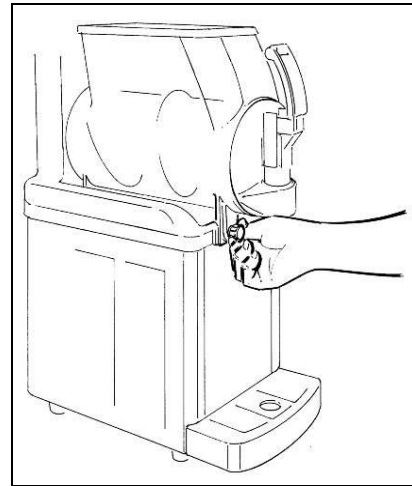

Fig. 5
- Dévisser et retirer les boutons (fig.5).